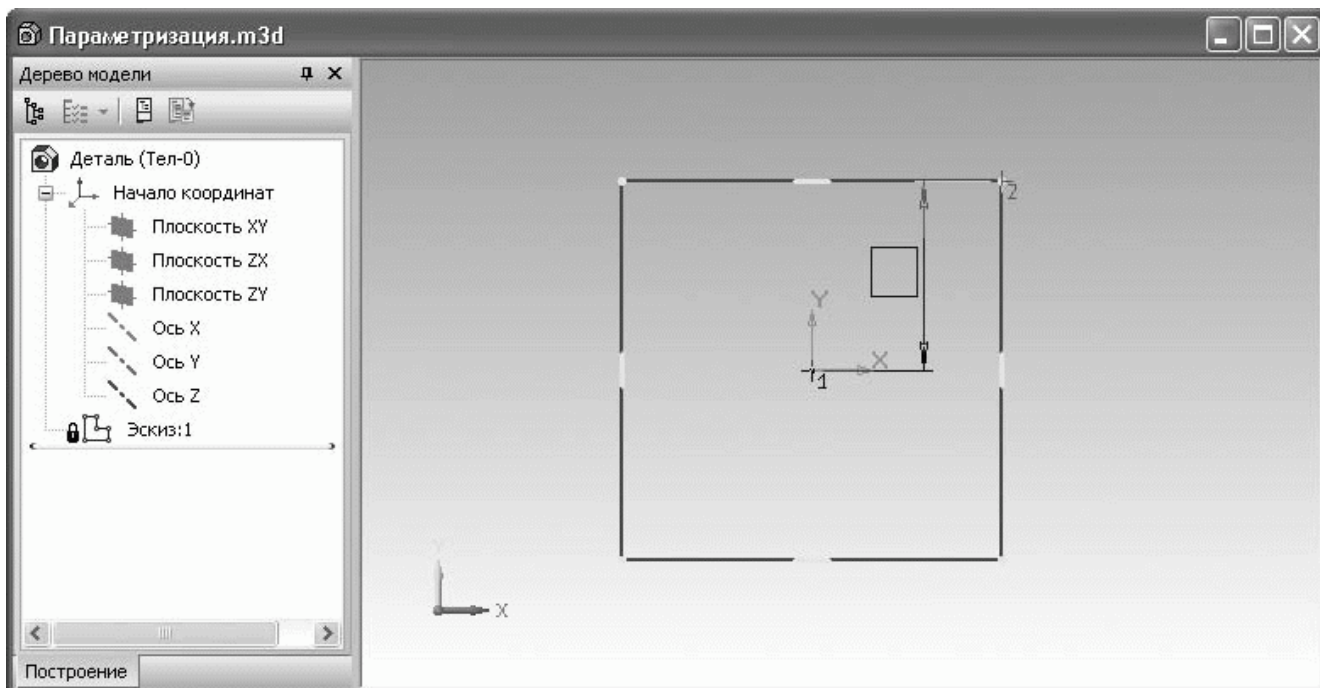

Рис. 0.1. Простановка первого параметрического размера
2. Теперь необходимо задать переменные для изображения эскиза так, чтобы при изменении одной из них квадрат перестраивался, сохраняя положение своего центра и равенство длин сторон. Для этого перейдите на панель инструментов Размеры и нажмите кнопку Линейный размер. На панели свойств в группе кнопок Тип нажмите кнопку Вертикальный, чтобы включить создание вертикального размера. Установите размер от центра квадрата, совместив первую точку размера с точкой начала координат, до его верхней горизонтальной стороны, привязав вторую точку к вершине квадрата (Рис. 0.1).